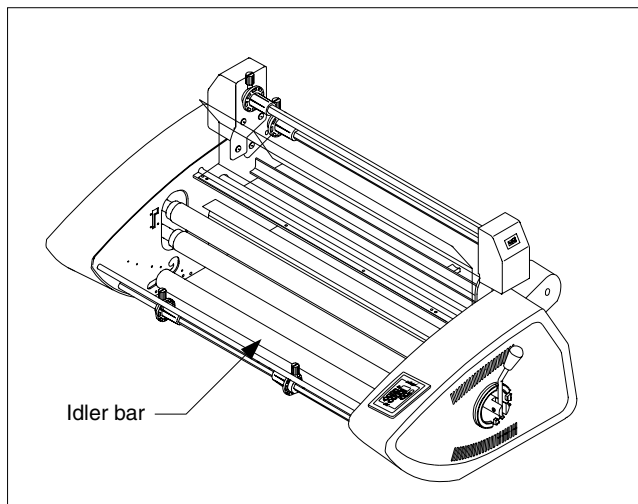
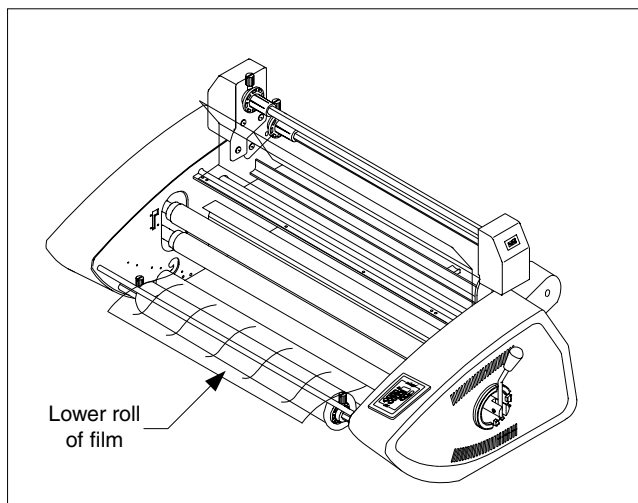
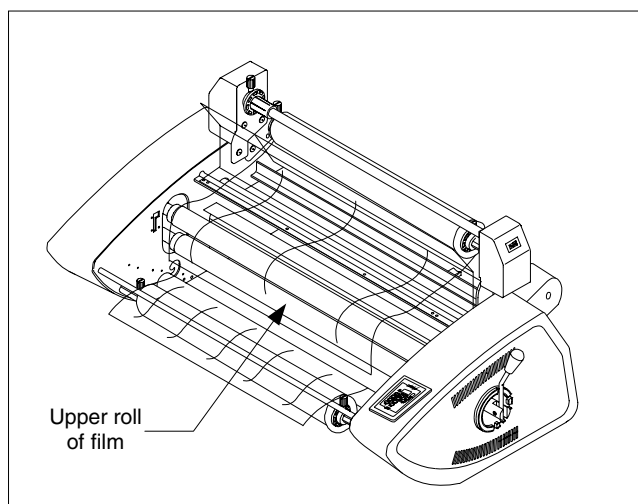

Fig. 13
Fig. 14
Fig. 15
8. Lower the bottom idler bar, (Figure 13).
11. Unroll 2 ft. (61 cm) of film. Push the leading edge under and around bottom film guide. Slide film guide back into place and drape film over the front support for the feed table, (Figure 14).
13. Unroll 2 ft. (61 cm) of film. Drape the film over the top idler bar for poly-in film and under the bar for poly-out film. Completely cover both heat rollers, (Figure 15).
| <p>5. STOP (STOPP) drücken, wenn die Bahn die Heißwalzen passiert hat.</p> <p>6. Schutzschild entfernen.</p> <p>7. Anlegetisch entfernen.</p> <p>8. Die untere Leitstange absenken (Abb. 13).</p> <p>9. Die untere Folienwelle entfernen, indem diese nach rechts geschoben wird, bis das linke Ende der Welle die sechseckige Bremsnabe passiert hat. Die Sicherungsschraube am Sicherungsansatz auf der linken Seite der Welle lösen und den Ansatz entfernen. Die Welle teilweise aus dem Folienrohr herausziehen, dann so zurückstoßen, dass der linke Adapter heraus gestoßen wird. Die Welle vollständig herausziehen und das Rohr um 180 Grad drehen. Mit der Welle den verbleibenden Adapter heraus stoßen.</p> <p>10. Einen der Adapter auf der rechten Seite einer neuen Folienspule einführen und sicherstellen, dass die Folie von unten abrollt, wenn es sich um eine Poly-In Folie handelt und von oben bei einer Poly-Out Folie. Die Welle von der rechten Seite her in den Adapter und das Rohr einschieben. Den anderen Adapter auf der aus der linken Seite herausragenden Welle aufsetzen, den Sicherungsansatz wieder einsetzen und die Sicherungsschraube anziehen.</p> <p>11. Ca. 60 cm (2 Fuß) der Folie abrollen. Die Vorderkante unter und um die untere Folienführung herum führen. Die Folienführung wieder in die Ausgangsstellung zurückschieben und die Folie über die vordere Stütze des Anlegetisches hängen (Abb. 14).</p> <p>12. Die obere Folienspule aus dem Laminiergerät herausnehmen. Schritte 9 und 10 wiederholen und sicherstellen, dass eine Poly-In Folie von unten, und eine Poly-Out Folie von oben abrollt, wenn die Welle wieder im Gerät eingesetzt ist.</p> <p>13. Ca. 60 cm (2 Fuß) der Folie abrollen und diese bei Poly-In Folien über die obere Leitstange hängen und bei Poly-Out Folien unter der Leitstange durchführen. Beide Heißwalzen sollen vollständig bedeckt sein (Abb. 15).</p> | <p>5. Druk op STOP zodra de baan de warmterollers heeft gepasseerd.</p> <p>6. Verwijder de beschermkap.</p> <p>7. Verwijder de invoertafel.</p> <p>8. Laat de onderste vrijlooprof zakken (zie afb. 13).</p> <p>9. Verwijder de onderste filmkoker door deze naar rechts te schuiven totdat de linkerkant van de koker vrijkomt van de zeskantige remnaaf. Draai de borgschroef van de linker steunkraag van de filmtoevoerrol los en schuif de kraag eraf. Trek de koker gedeeltelijk uit de filmhuis en duw deze daarna weer naar binnen om de linker kernadapter eruit te tikken. Trek de gehele koker uit de filmhuis en draai de buis 180 graden. Gebruik de koker om de andere kernadapter eruit te tikken.</p> <p>10. Schuif één kernadapter aan de rechterkant in de nieuwe filmrol en vergewis u ervan dat de film afrolt, van onderaf bij Poly-In film en van bovenaf bij Poly-Out film. Schuif de filmkoker vanaf rechts in de kernadapter en de buis. Plaats de andere kernadapter op de koker, zodanig dat deze vanaf links naar buiten steekt en vervang daarna de steunkraag. Draai de borgschroef vast.</p> <p>11. Rol ongeveer 61 cm film af. Duw de voorste rand onder en rondom de onderste filmgeleider. Schuif de filmgeleider terug op zijn plaats en drapeer de film over de voorste steun van de invoertafel (zie afb. 14).</p> <p>12. Verwijder de bovenste filmtoevoerrol uit de laminator. Herhaal stap 9 en 10 en zorg ervoor dat de film van onderaf afrolt nadat de filmkoker is teruggeplaatst in de laminator.</p> <p>13. Rol ongeveer 61 cm film af. Drapeer de film over de bovenste vrijlooprof bij Poly-in film en onder de balk bij Poly-out film en zorg dat beide warmterollers volledig worden bedekt (zie afb. 15).</p> | <p>5. Appuyez sur la touche STOP après que le lé soit sorti des rouleaux chauffants.</p> <p>6. Retirez le capot de protection.</p> <p>7. Retirez la table d'alimentation.</p> <p>8. Abaissez la barre de transfert inférieure (figure 13).</p> <p>9. Retirez la bobine de film inférieure en faisant glisser l'axe vers la droite pour le libérer du moyeu de frein. Desserrez la vis de gauche maintenant le collier de fixation sur l'axe, faites glisser le collier pour le dégager. Sortez partiellement l'axe de la bobine de film, puis repoussez-le pour dégager l'adaptateur de mandrin gauche. Tirez complètement l'axe et faites tourner le tube de 180 degrés. Utilisez l'axe pour dégager l'adaptateur de mandrin restant.</p> <p>10. Insérez un des adaptateurs de mandrin dans le côté droit d'une nouvelle bobine de film en vous assurant que la bobine se déroule du bas pour du film "Poly-In" ou du haut pour du film "Poly-Out". Glissez, par la droite, l'axe de chargement de bobine dans l'adaptateur de mandrin et le tube. Positionnez l'autre adaptateur de mandrin sur l'axe en le dégageant par la gauche puis remplacez le collier de fixation. Resserrez la vis.</p> <p>11. Déroulez 61 cm de film. Poussez le bord du film sous et autour le guide de film inférieur. Remettez le guide de film en place et drapez le film sur le support frontal de la table d'alimentation (figure 14).</p> <p>12. Retirez le rouleau d'alimentation supérieur. Répétez les étapes 9 et 10 ci-dessus en vous assurant que le film se déroule du bas après que l'axe de bobine de film ait été remis en place.</p> <p>13. Déroulez 61 cm de film. Passez le film au-dessus de la barre de transfert supérieure pour le film "Poly-in" et sous la barre pour le film "Poly-out". Recouvrez complètement les rouleaux chauffants (figure 15).</p> | <p>5. Oprima STOP (PARAR) después de que la cinta ha atravesado los rodillos térmicos.</p> <p>6. Quite el escudo de seguridad.</p> <p>7. Quite la plataforma de alimentación.</p> <p>8. Baje la barra intermedia inferior (Figura 13).</p> <p>9. Quite el eje inferior para película deslizando el eje hacia la derecha hasta sacar el extremo izquierdo del eje de la campana de freno con forma hexagonal. Afloje el tornillo de fijación a la izquierda, sosteniendo el collar del eje del suministro de película, y deslice el collar para sacarlo. Jale el eje para sacarlo parcialmente del tubo de película, y después reinsértela para hacer salir el adaptador de núcleo de la izquierda. Jale el eje hasta sacarlo completamente y gire el tubo 180 grados. Use el eje para extraer el otro adaptador de núcleo.</p> <p>10. Deslice uno de los adaptadores de núcleo hacia el lado derecho del nuevo rollo de película, asegurándose de que la película se desenrolle desde la parte inferior de la película Poly-In y desde la parte superior de la película Poly-Out. Deslice el eje de la película hacia el adaptador de núcleo y tubo desde el lado derecho. Coloque el otro adaptador de núcleo en el eje que sobresale desde el lado izquierdo, y después coloque nuevamente el collar de retención. Apriete el tornillo de fijación.</p> <p>11. Desenrolle 61 cm de película. Empuje el borde delantero debajo del tope de alineamiento de película inferior y alrededor del mismo. Deslice nuevamente la barra de alineamiento de película hasta colocarla en su lugar y haga pasar la película sobre el soporte frontal para la bandeja de alimentación (Figura 14).</p> <p>12. Quite el rollo de película superior del laminador. Repita los pasos 9 y 10 asegurándose de que la película se desenrolle desde abajo con la película Poly-In, y desde arriba con la película Poly-Out, después de colocar nuevamente el eje para la película en el laminador.</p> <p>13. Desenrolle 61 cm de película. Haga pasar la película sobre la barra intermedia superior con película Poly-In, debajo de la barra con película Poly-Out. Cubra completamente a ambos rodillos térmicos (Figura 15).</p> |